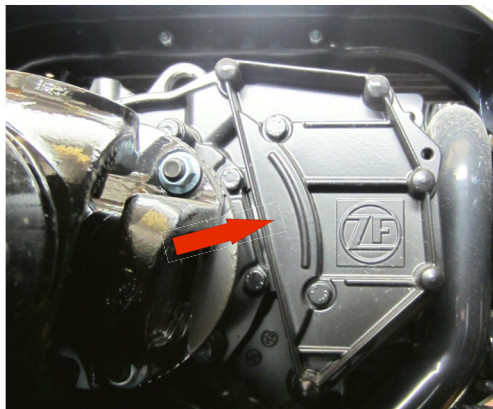
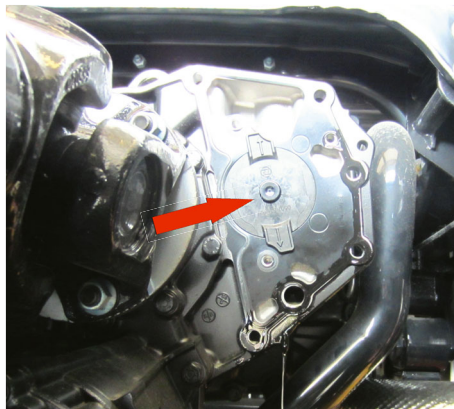

fig.1
fig.2
- 1) Smontare il coperchio posteriore originale (fig.1). Rimuovere la guarnizione metallica originale ed il relativo tappo di fermo (fig.2). Rimuovere eventuali tracce di pasta/prodotto sigillante e vernice dalla zona indicata (fig.3).
Remove the original rear cover (fig.1). Remove the original metallic gasket and related plug (fig.2). Remove any potential residual of sealant and/or paint from the highlighted area (fig.3).